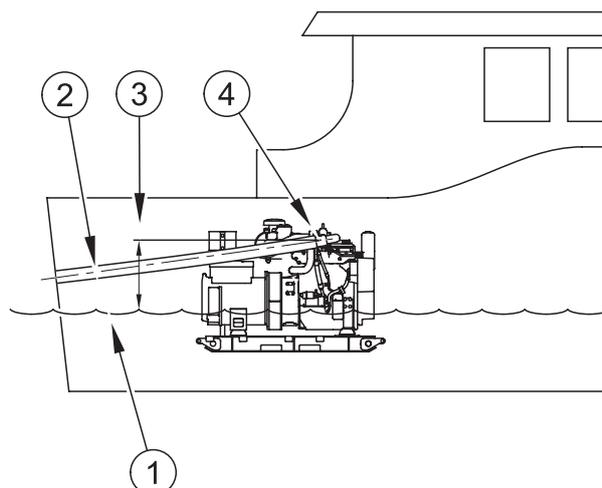

Figura 20
Una disposizione generale di questo impianto è illustrata nella figura 20. In molti casi l'uscita di scarico passa attraverso l'arcaccia, appena sopra la linea di galleggiamento (1). Si può constatare che è necessaria una pendenza di  $10^\circ$  (2), e che il punto d'iniezione d'acqua (4) deve trovarsi ad almeno 8 pollici al di sopra della linea di galleggiamento (3), sebbene l'altezza effettiva necessaria per una determinata imbarcazione possa essere decisa solo in base al progetto dell'impianto di scarico e al beccheggio e rollio che può essere incontrato in servizio.